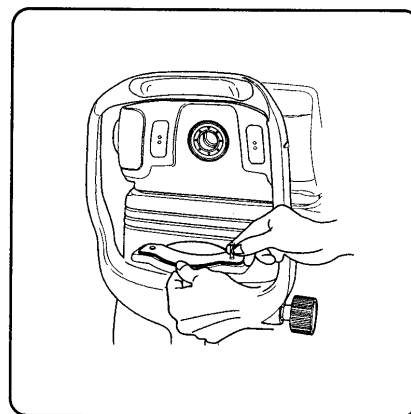

РИС.2
- 3) Зафиксируйте салфетку шпильками (рис. 2)